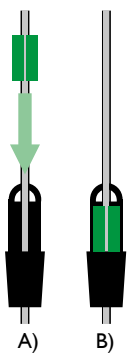

Рис.1. Грузы на кабеле и крепежная петля крепятся к кабелю клиновым фиксатором.
- Если контролируемая жидкость вязкая или вы хотите ограничить отклонение поплавка вбок, мы рекомендуем более тяжелый груз, который мы поставляем при необходимости. Грузы крепятся к кабелю клиновым фиксатором (рис. 1).